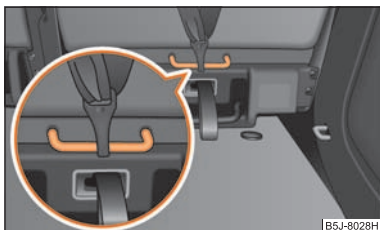

Fig. 125 Scaunul din spate: Top Tether
Scaunele laterale din spate, resp. și scaunul din mijloc (numai în unele țări) sunt echipate în serie, pentru creșterea siguranței copiilor, cu sistemul de fixare „Top Tether”, în spatele spătarului din spate ⇒ fig. 125. Realizați montarea și demontarea conform instrucțiunilor din manualul scaunului pentru copii.
- Fixați scaunele pentru copii cu sistem „Top Tether” numai în locurile special prevăzute ⇒ fig. 125.